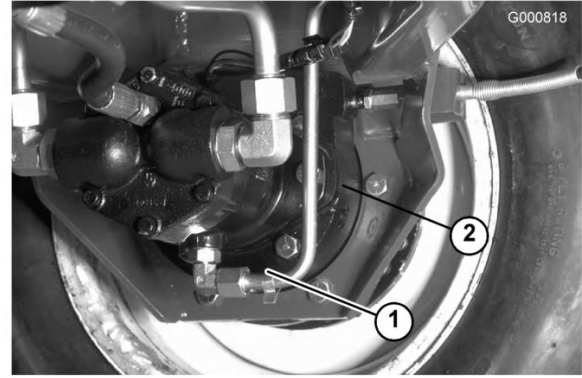

Figura 65
2. Retire el tapón del planetario (Figura 64) y el tapón de verificación de la parte trasera del freno (Figura 65)